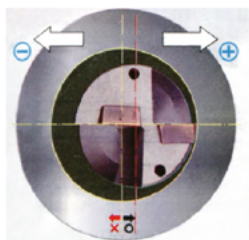

Рис.1
- Установите сверло таким образом, чтобы периферийная пластина была параллельна оси X станка (рис.1).
- Всегда рекомендуется смещаться по оси X в сторону внешней пластины для увеличения диаметра отверстия. Не рекомендуется использовать отрицательное направление для уменьшения диаметра отверстия, так как корпус сверла может повредить (поцарапать) обрабатываемое отверстие (см. рис.1).